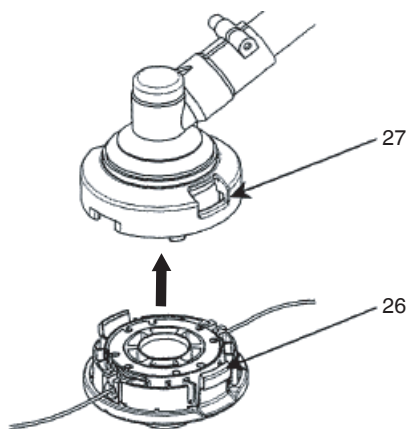

Fig. 30
- (6) Placez le couvercle sur le boîtier de façon à ce que les attaches de blocage (26) sur le boîtier rencontrent les longs trous (27) sur le couvercle. Ensuite, appuyez bien sur le boîtier jusqu'à ce qu'il s'enclenche. (Fig. 30)